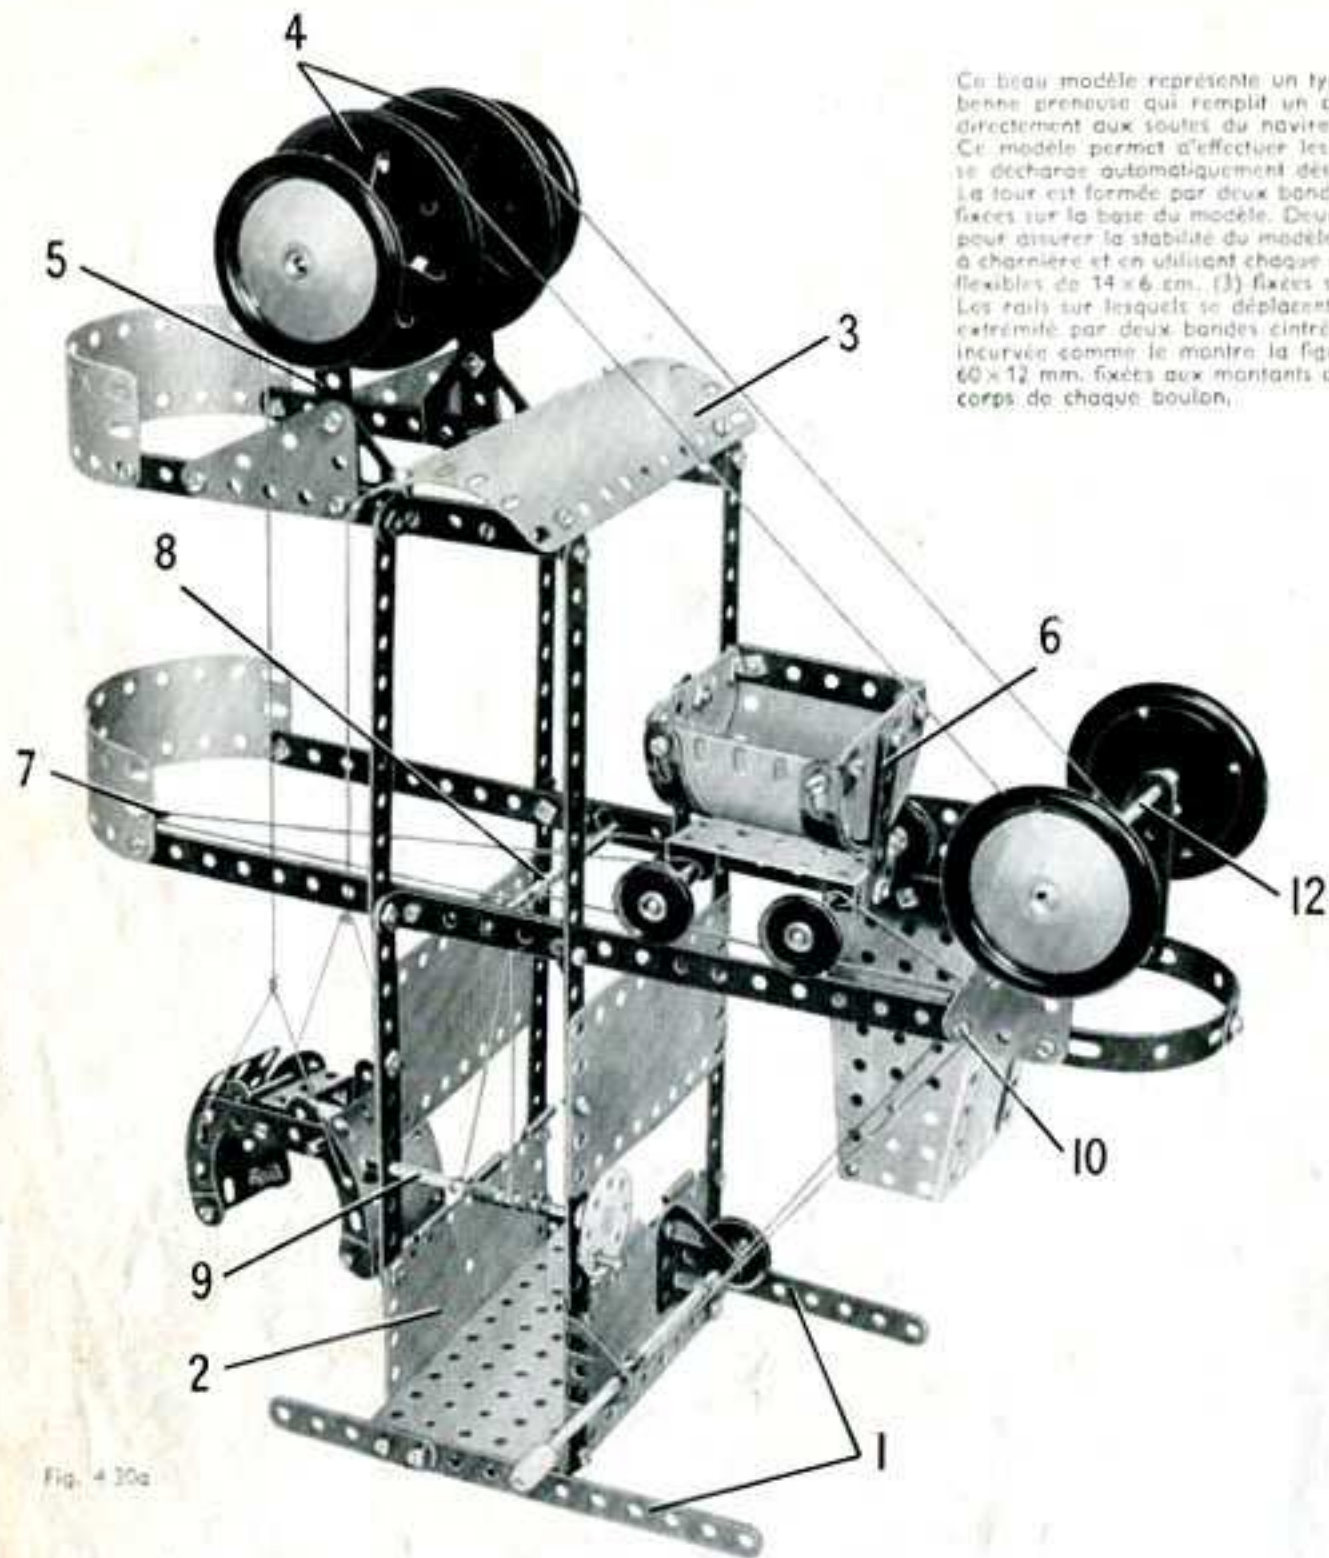

Fig. 4.30a
Le chariot est constitué par deux plaques cintrées de 43 mm. de rayon et deux plaques semi-circulaires réunies l'une à l'autre par des bandes coudées de 60 x 12 mm. Il pivote sur des boulons de 9,5 mm. fixés sur les bandes de 5 trous (6). L'un des côtés du chariot est lesté par deux bandes cintrées à glissière boulonnées sur les bords de la plaque cintrée comme le montre la figure 4.30a. La base du chariot est une plaque à rebords de 6 x 4 cm. ; un support double boulonné au centre de chaque rebord sert de support aux tringles de 9 cm. qui portent des poulies de 25 mm.